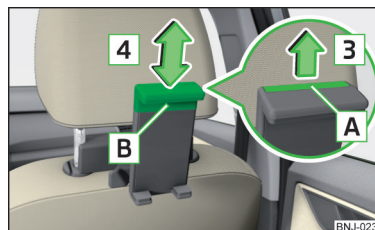

Fig. 88
- Pentru **adaptarea înălțimii suportului**, trageți curelușa de siguranță **A** în sensul săgeții **3** și deplasați piesa **B** în sensul săgeții **4** în poziția dorită » fig. 88.